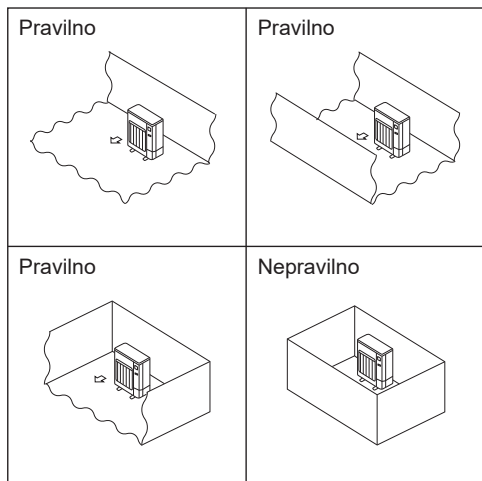

Fig. 2-2
- Ⓒ Zunanje enote namestite v dovolj velikem prostoru brez vdrtin, kjer je vsaj ena od štirih strani odprta. (Fig. 2-2)